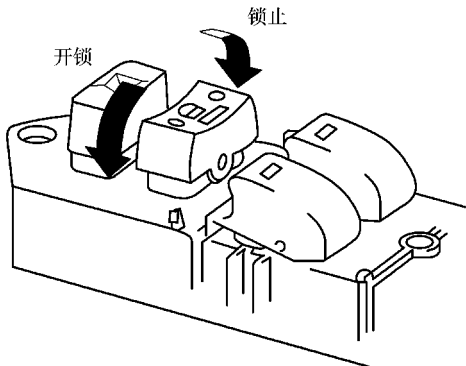

图 10-6 门锁锁止开关
- (1) 检查遥控器 检查遥控器电池容量以及遥控器的运行情况是否正常等。
- (2) 检查门锁锁止开关 如图 10-6 所示，使用万用表测量门锁锁止开关锁止、开锁的电阻，应符合表 10-6 所示，否则说明门锁控制开关故障。